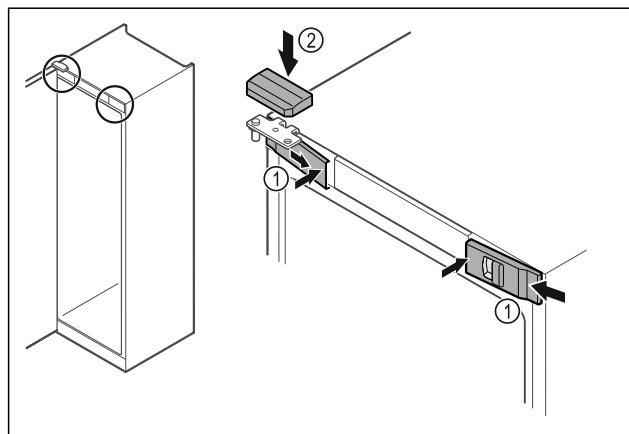

Fig. 42
- Agganciare le coperture anteriori Fig. 42 (1) di lato e innestarle all'interno.
- Innestare la copertura superiore Fig. 42 (2) dall'alto.